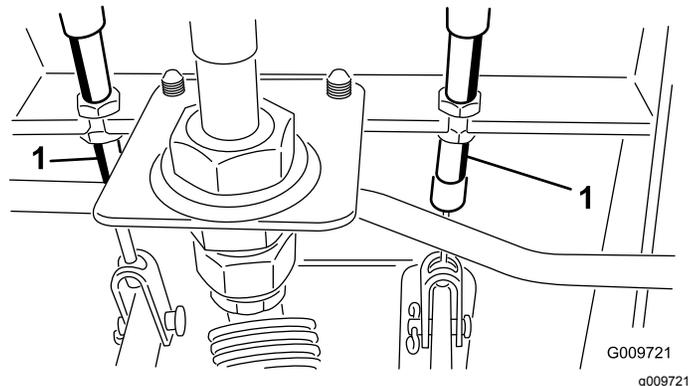

Рисунок 114
- A. Отпустите переднюю гайку на резьбовом конце троса тормоза (Рисунок 114).